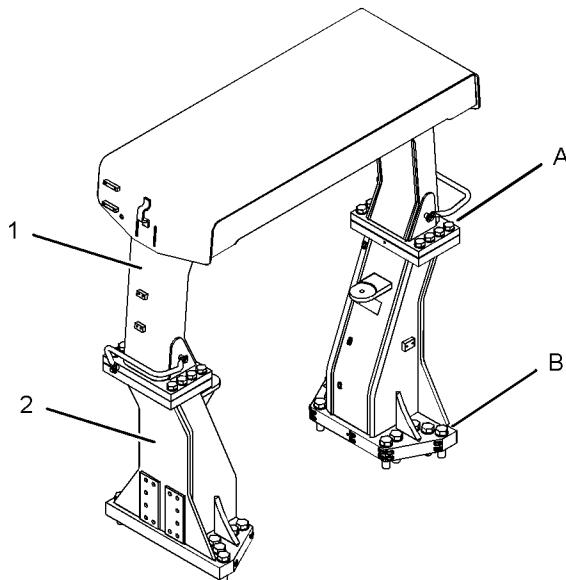

Ilustración 284
Nota: La estructura ROPS consta de los siguientes componentes: Conjunto de la ROPS (1) (techo) con pernos de montaje de ROPS (A) superiores and Ensamblado de ROPS (2) con pernos de montaje de ROPS (A) inferiores. Vea la ilustración 284 .